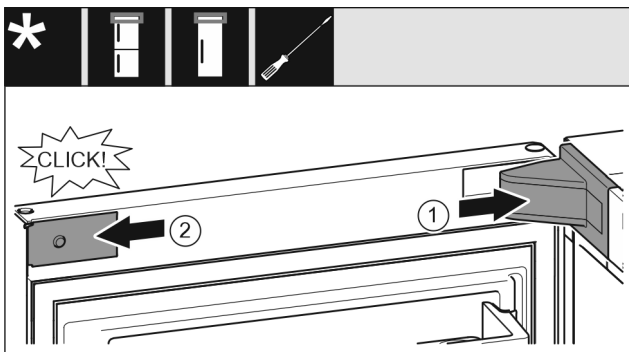

Fig. 23
- ▶ Встановіть та зафіксуйте кришку опорного кронштейна, у разі необхідності – обережно розтисніть. Fig. 23 (1)
- ▶ Встановіть збоку і зафіксуйте накладку. Fig. 23 (2)